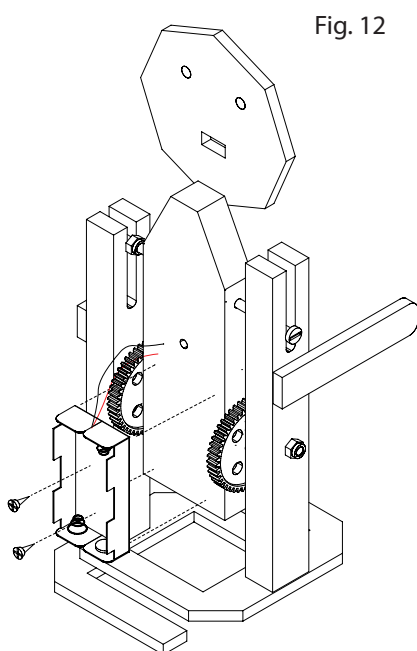

Fig. 12
9. Fijar el portapilas (6) a la parte trasera del cuerpo con 2 tornillos de contrachapado (9), como se ilustra. Ver Fig. 12.